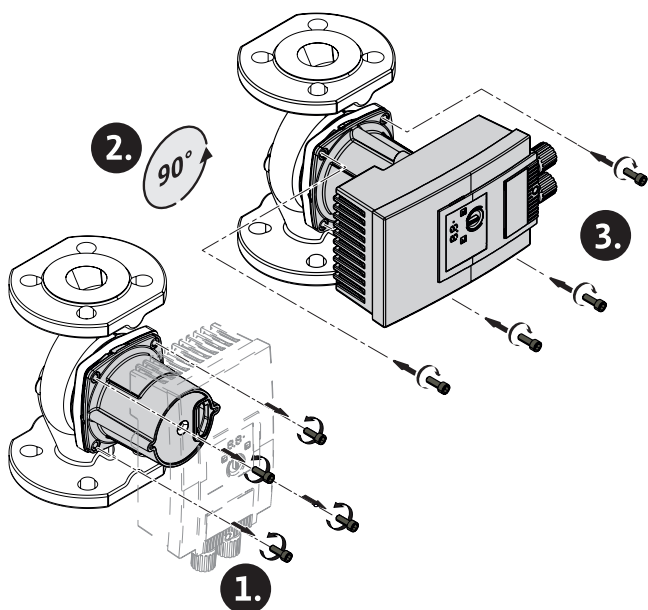

Fig. 5: Motor uitlijnen
2. Motorkop loshalen en voorzichtig draaien → Fig. 5.